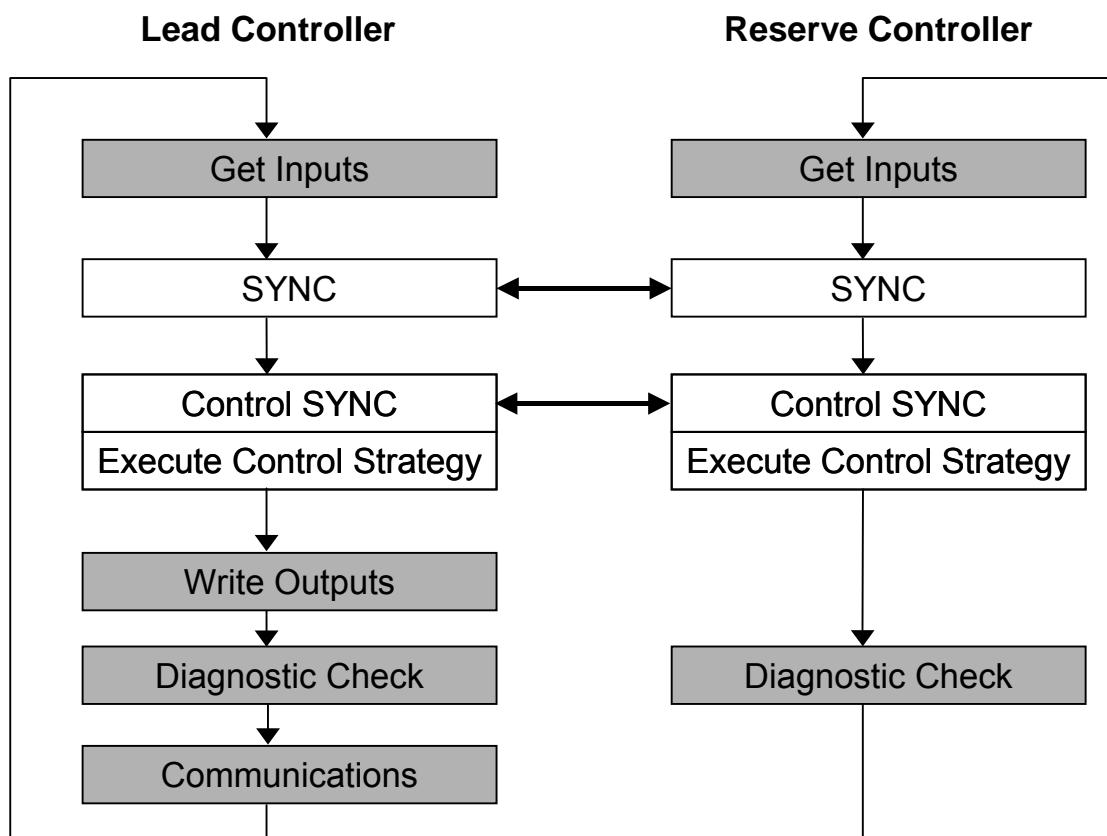

Figura 83 – Sincronización del controlador principal/de los controladores
- Tanto el controlador principal como el de reserva ejecutan los bloques de funciones en la estrategia de control, pero sólo el controlador principal almacena en memoria las salidas físicas en los bastidores de E/S. Consulte Figura 83.